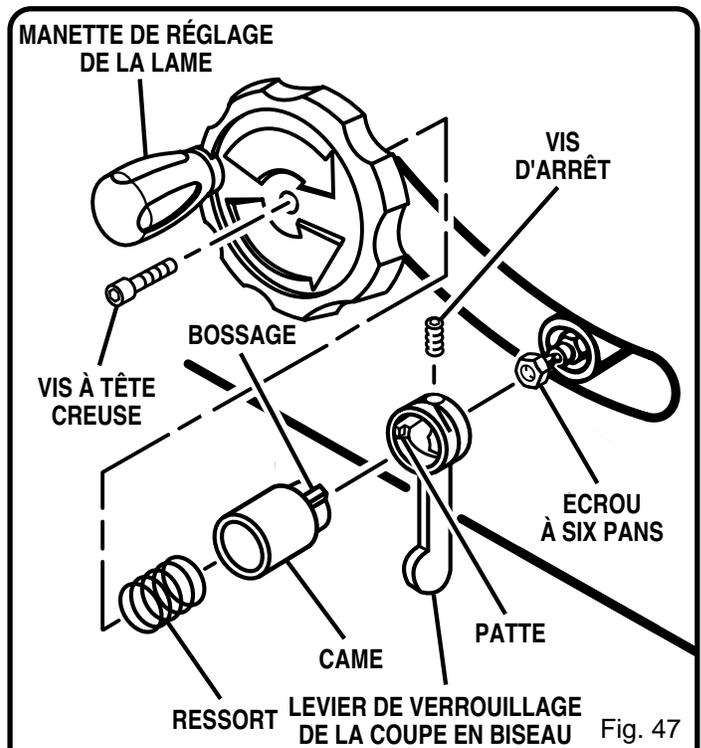

Fig. 47
Voir figure 47.
- Remettez la came afin que le bossage se trouve contre la patte, comme l'illustre la figure 47. Assurez-vous que la came est bien assise dans le levier.